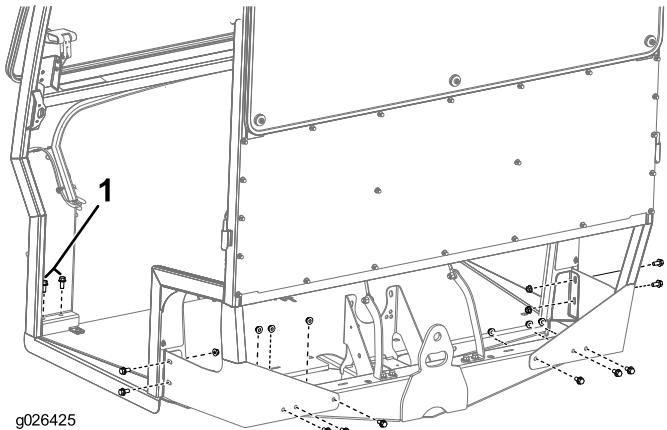

図5
- フレームを機体に固定しますボルト3/8 x 3/4インチ10本と、ナット3/8インチ10個、ボルト3/8 x 7/8インチ4本を使用し、図5のように取り付けます。